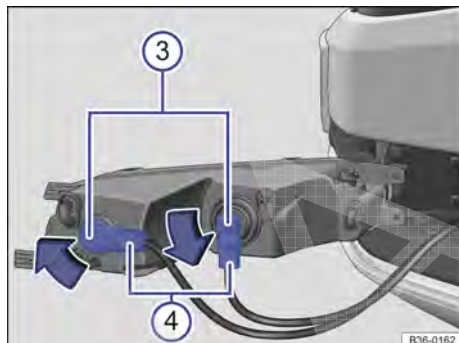

Fig. 278 Substituir a lâmpada incandescente do farol.
4. Retirar para frente o farol do para-choque → Fig. 278.
5. Destravar e retirar o conector → Fig. 278  da lâmpada incandescente queimada.
6. Para destravar a lâmpada incandescente → Fig. 278 , girá-la no sentido da seta e retirá-la do farol.
8. Introduzir a lâmpada incandescente → Fig. 278  no farol e girar até o batente no sentido contrário da seta → Fig. 278 para a posição original.
10. Encaixar o conector → Fig. 278  na lâmpada incandescente até ouvir que ela foi travada.